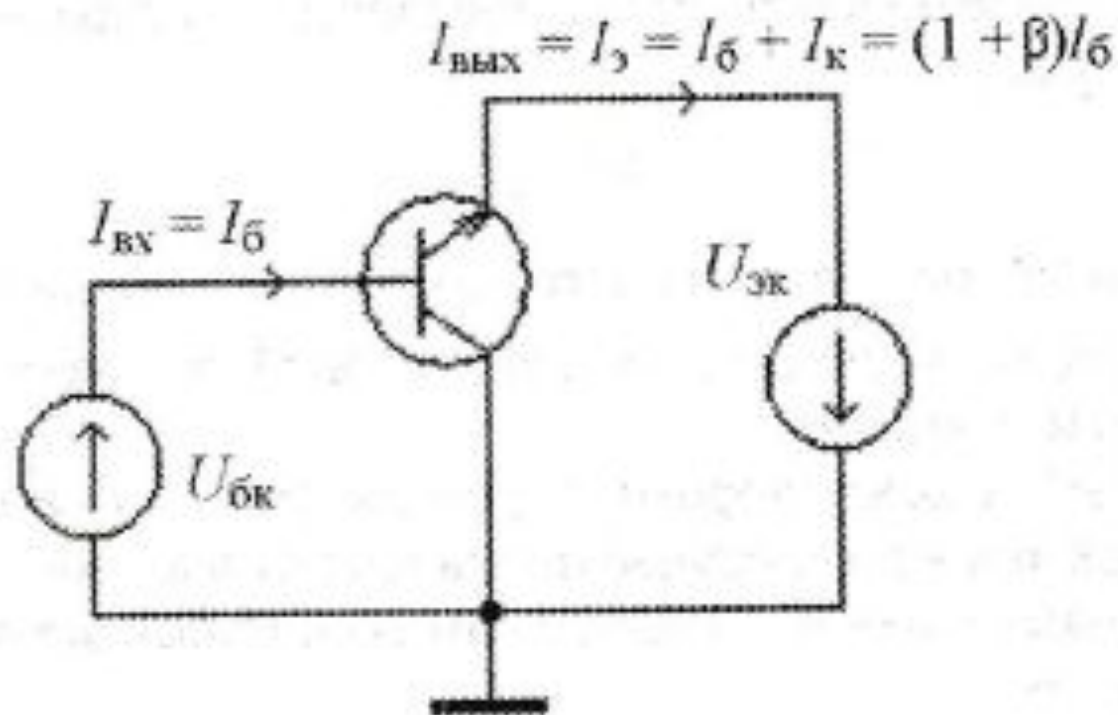

Рис. 12
3. С общим коллектором (рис. 12):